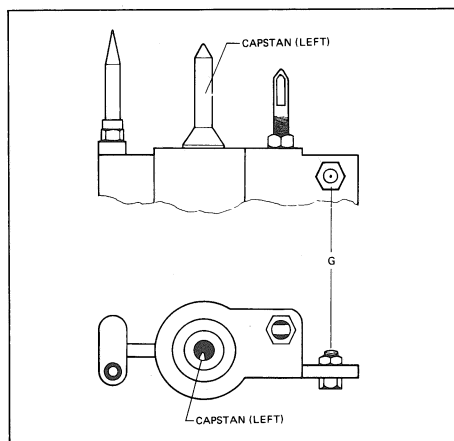

Fig. 3.5
- Die Zentrierschraube [G] im Doppelkapstanguss (Fig. 3.5) lösen. Den Schwenkträger nach oben drücken, bis die Spitze des Gewindestiftes [H] in die Zentrierschraube eintaucht.
- Loosen centering screw [G] in the dual capstan casting (Fig. 3.5). Press pivoting carrier down until the tip of the headless setscrew [H] plunges into the centering screw.
- Dévissez la vis de centrage [G] du châssis du double cabestan (fig. 3.5). Poussez le support pivotant vers le haut. La pointe de la tige filetée [H] doit pénétrer dans la vis de réglage.